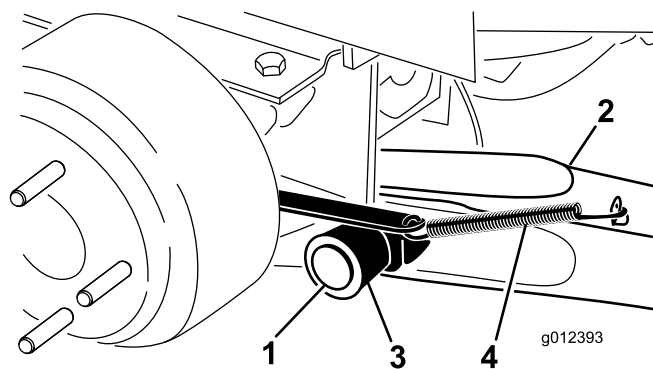

Figura 2
4. Montate un braccio di sollevamento sulla staffa orientabile con un perno girevole e una coppiglia (Figura 2). Montate il braccio di sollevamento con la parte piegata collocata verso l'esterno.
5. Agganciate la molla di ritorno del freno alla linguetta presente sul braccio di sollevamento (Figura 2).